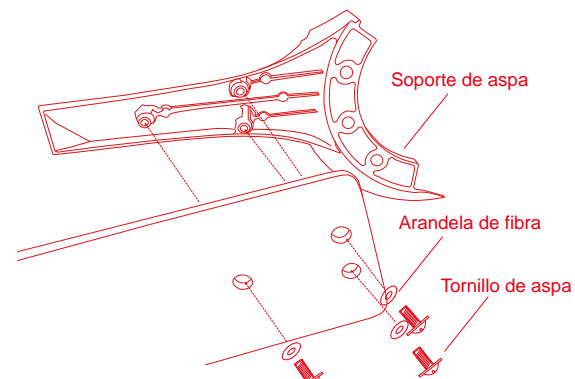

**Fig. 14**
**NOTA:** Ajuste los tornillos de la cubierta según sea necesario hasta que la cubierta y la tapa de la cubierta estén bien ajustadas. (Fig. 14)